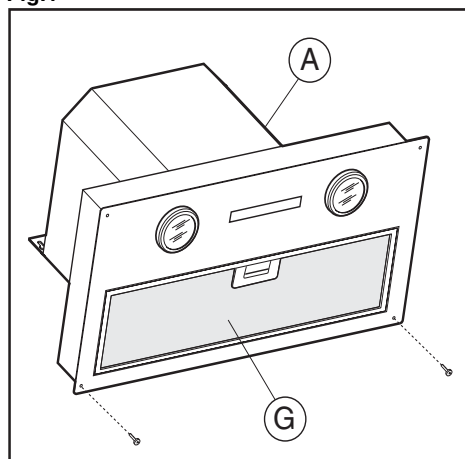
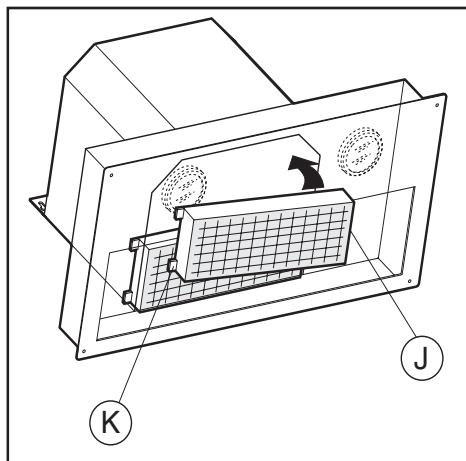

Fig.2
Fig.4
I filtri al carbone attivo servono per depurare l'aria che verrà rimessa nell'ambiente. i filtri non sono lavabili o rigenerabili e devono essere sostituiti ogni 4 mesi al massimo. La saturazione del carbone attivo dipende dall'uso più o meno prolungato dello apparecchio, dal tipo di cucina e dalla regolarità con cui viene effettuata la pulizia del filtro anti-grasso. I filtri rettangolari devono essere applicati al gruppo aspirante posto all'interno della cappa. Infilare i perni (K) del filtro nelle apposite sedi (vedi fig.4) quindi, servendosi delle apposite maniglie, con un movimento di rotazione verso l'alto infilare i perni (J), posti vicino la maniglia, nelle apposite sedi. Per effettuare questa operazione rimuovere la griglia **G** (fig.2).L'aria viene rimessa nell'ambiente attraverso un tubo di connessione passante attraverso il mobile e